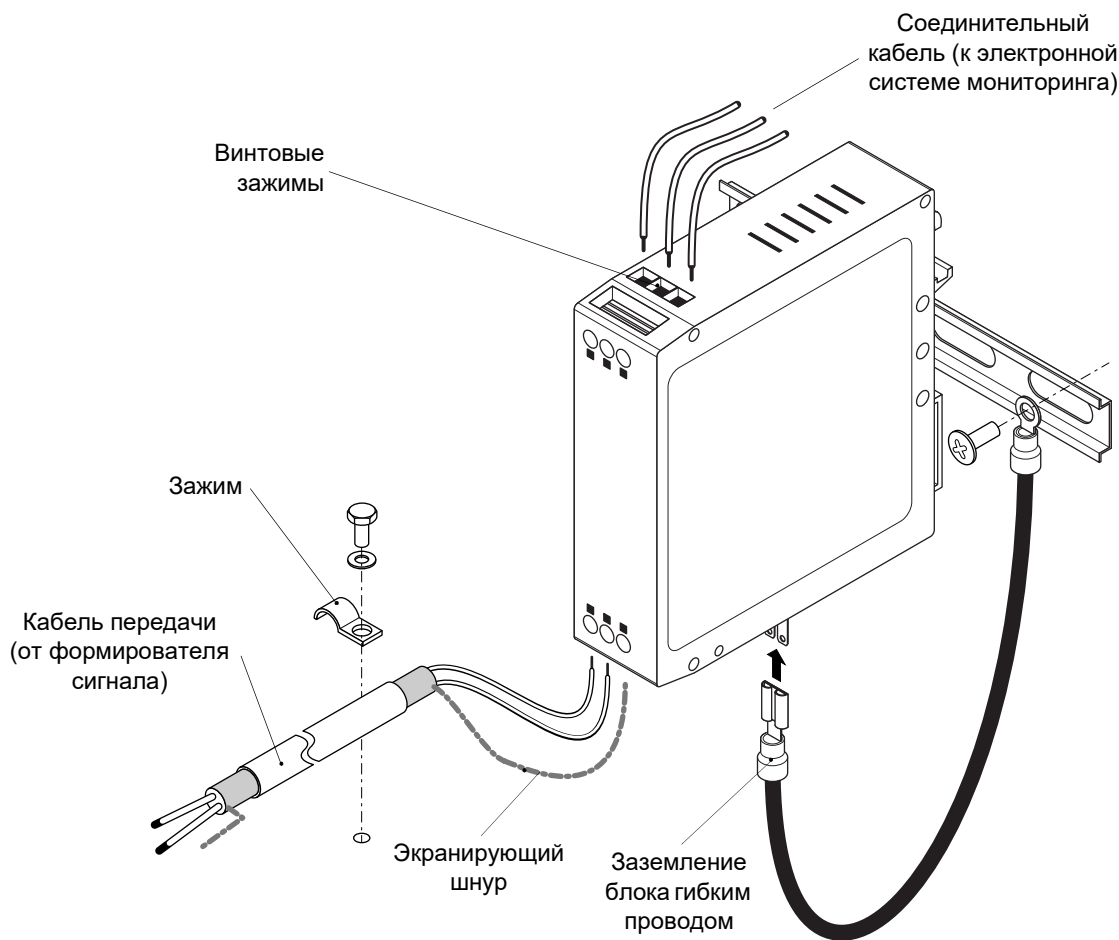

Рис. 5-3. Блок гальванической развязки GSI124
Блок гальванической развязки GSI124 обычно устанавливается в корпусе промышленного исполнения, стойке или шкафу. Кабель передачи от схемы на стороне датчика и соединительный кабель к схеме на стороне мониторинга подключаются к блоку GSI124 с помощью винтовых зажимов (см. Рисунок 5-3).
- 2- Идентифицируйте все подключенные к блоку GSI124 провода кабеля передачи со стороны датчика и соединительного кабеля в направлении стороны мониторинга. Обратитесь к Рисунок 5-3 и запишите в Табл. 5-1 номер и(или) цвет каждого провода.
- 5- Отключите заземление, т. е. отсоедините обжатым черным гибкий провод от нижней стороны блока GSI124, а затем удалите его с DIN-рейки, так как для блока GSI127 он не требуется (см. Рисунок 5-3).